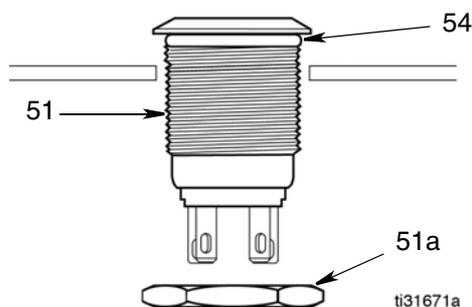

FIG. 15
2. Enlever l'écrou (51a) du bouton poussoir (51). Installer le joint torique (54) (FIG. 15).
3. Introduire le bouton poussoir (51) dans le trou percé dans le panneau à l'étape 1. Serrer manuellement l'écrou de blocage (1a) pour fixer le bouton poussoir (FIG. 15).